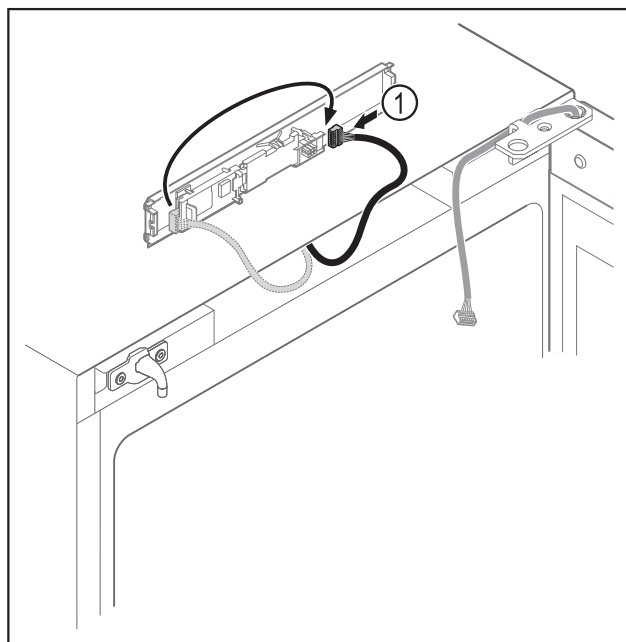

Fig. 7
- ▶ Přepojte zástrčku Fig. 7 (1) na desce.